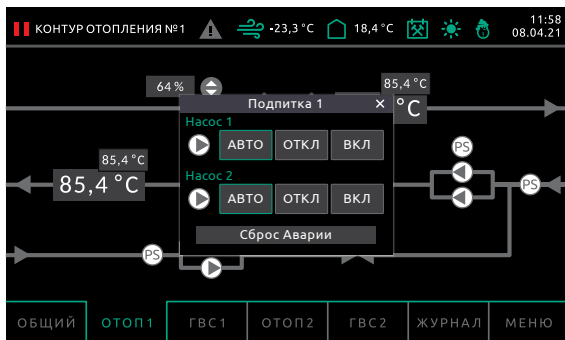

Рисунок 5.7 – Сброс Аварии
- При превышении заданного времени непрерывной работы насосы останавливаются, будет создано аварийное событие в Журнале событий. Напротив насосной группы появится соответствующий знак (см. таблицу 5.4). При нажатии на группу насосов появляется всплывающее окно с кнопкой сброса аварии насосов (см. рисунок 5.7).
Если хоть один из насосов остановлен по аварии, по нажатию на эту группу насосов отобразится всплывающее окно, в котором появится кнопка сброса аварии. Нажатие на кнопку сбросит аварию и позволит повторно запустить оборудование после устранения причины аварии (см. рисунок 5.7).